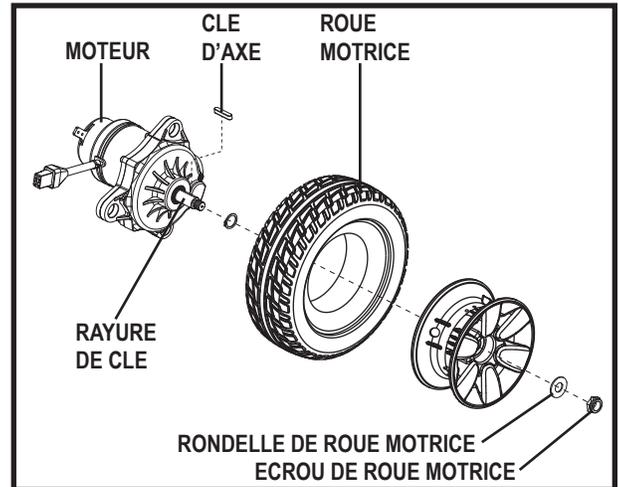

Figure 20. Roue motrice du Jazzy Serie démontée
4. Retirez l'écrou et la rondelle de roue motrice sur l'essieu. **Voir la figure 20.**
8. Réinstallez la roue motrice, la rondelle et l'écrou sur l'essieu et serrez bien. **Voir la figure 20.**